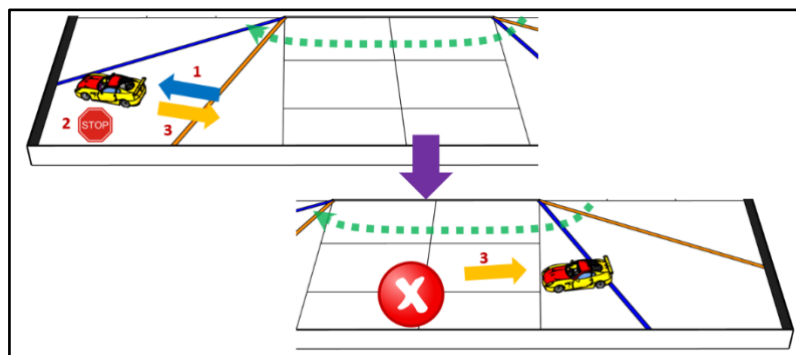

Bild 19: Roboter fährt mehr als 2 Abschnitte entgegen der Fahrtrichtung
- 9.5.5. das Roboterauto über mehr als zwei Abschnitte **entgegen der Fahrtrichtung** gefahren ist (s. Bild 19). **Diese Regel gilt ebenfalls für die Park-Challenge und das Einparken nach 3 gefahrenen Runden.**